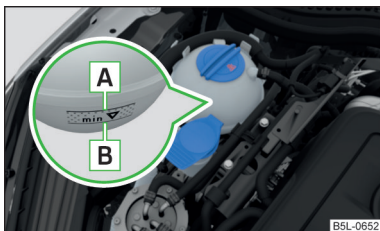

Fig. 161
Pentru completare, utilizați numai antigelul a cărui denumire o găsiți pe vasul de expansiune al lichidului de răcire » fig. 161 la pagina 212.
- Nu adăugați lichid de răcire deasupra marcapajului **A** » fig. 161 la pagina 212.
Vasul de expansiune pentru lichidul de răcire se află în compartimentul motor » fig. 161.
- Verificați nivelul lichidului de răcire la vasul de expansiune al lichidului » fig. 161.